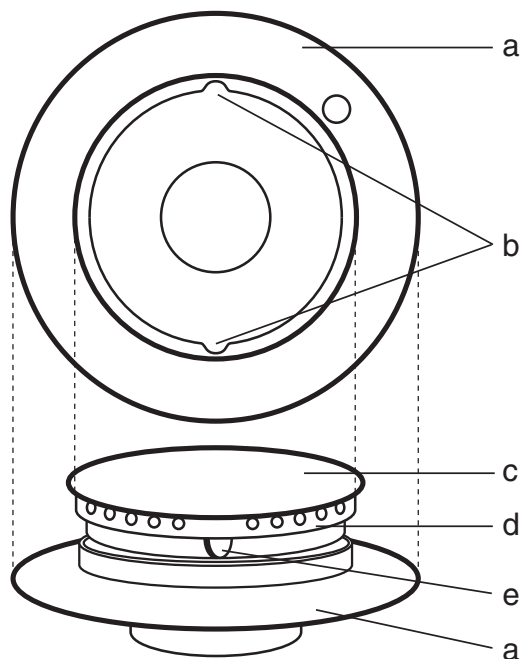

Fig. 1
**IMPORTANTE:** è molto importante posizionare correttamente lo spartifiamma in ottone (d, fig. 1). A tal fine, far coincidere il dente (e, fig. 1) dello spartifiamma con l'incavo (b, fig. 1) della tazza in alluminio (a, fig. 1). Per avere i coprispartifiamma (c) sempre come nuovi, si consiglia di toglierli prima di accendere la fiamma.
**IMPORTANTE:** es de suma importancia colocar correctamente el repartellamas de latón (d, fig. 1). Para ello es necesario que el diente (e, fig. 1) del repartellamas coincida con el hueco (b, fig. 1) de la taza de aluminio (a, fig. 1). Para tener las tapas de los repartellamas (c) siempre como nuevas, aconsejamos retirarlas antes de encender la llama.
**IMPORTANT:** il est très important de positionner correctement le diffuseur de flamme en laiton (d, fig. 1). Pour cela, faire coïncider la dent (e, fig. 1) du diffuseur de flamme avec la fente (b, fig. 1) du godet en aluminium (a, fig. 1). Pour maintenir les couvercles des brûleurs (c) comme neufs, il est conseillé de les enlever avant d'allumer la flamme.
**IMPORTANT:** correct positioning of the brass flame distributor (d, fig. 1) is very important. For this purpose, ensure that the flame distributor tooth (e, fig. 1) coincides with the notch (b, fig. 1) on the aluminium base (a, fig. 1). To keep the flame distributor covers (c) new, you are advised to remove them before lighting the flame.
**WICHTIG:** der Flammenverteiler aus Messing (d, Abb.1) muss korrekt positioniert werden. Der Zahn (e, Abb.1) des Flammenverteilers muss daher genau in die Einbuchtung (b, Abb.1) des Aluminiumuntersatzes (a, Abb.1) eingepasst werden. Damit die Abdeckungen der Flammenverteiler (c) immer wie neu aussehen, ist es ratsam, diese abzunehmen, bevor man die Gasflamme anzündet.